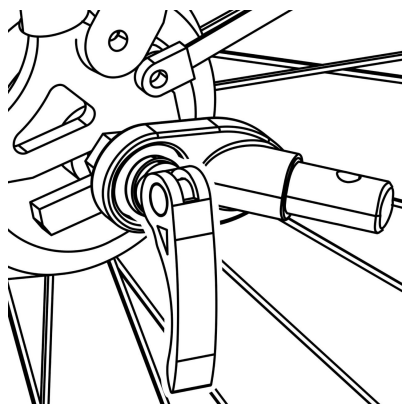

Figura 9
1. Asse a sgancio rapido: rimuovere l'asse a sgancio rapido dal lato sinistro dell'asse posteriore della bicicletta. Installare l'attacco tra lo sgancio rapido e il telaio. Stringere lo sgancio rapido seguendo il manuale del produttore della bicicletta. L'attacco può rimanere sulla bicicletta quando il rimorchio viene rimosso (Figura 9).